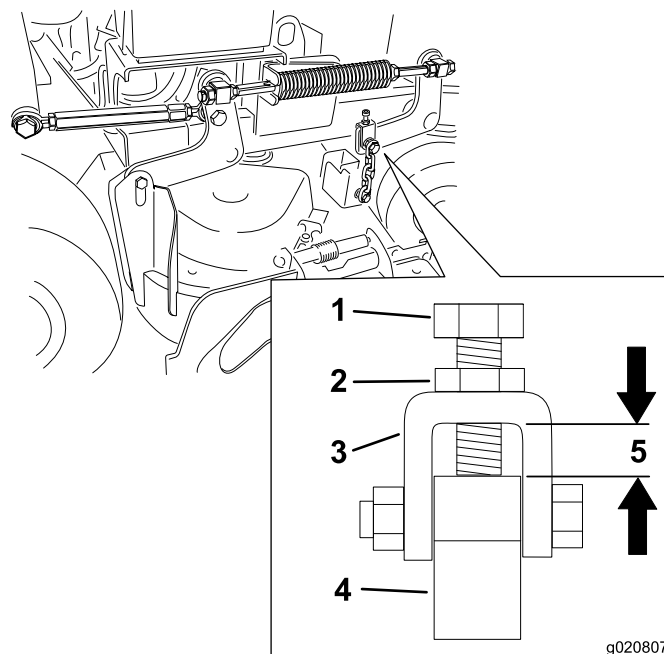

Figura 83
- Nota:** Esta distancia debe ser de 11 mm (7/16 pulgada), según se muestra en Figura 83.
12. Afloje la contratuerca y ajuste el perno de ajuste para obtener la distancia correcta, según se muestra en Figura 83.